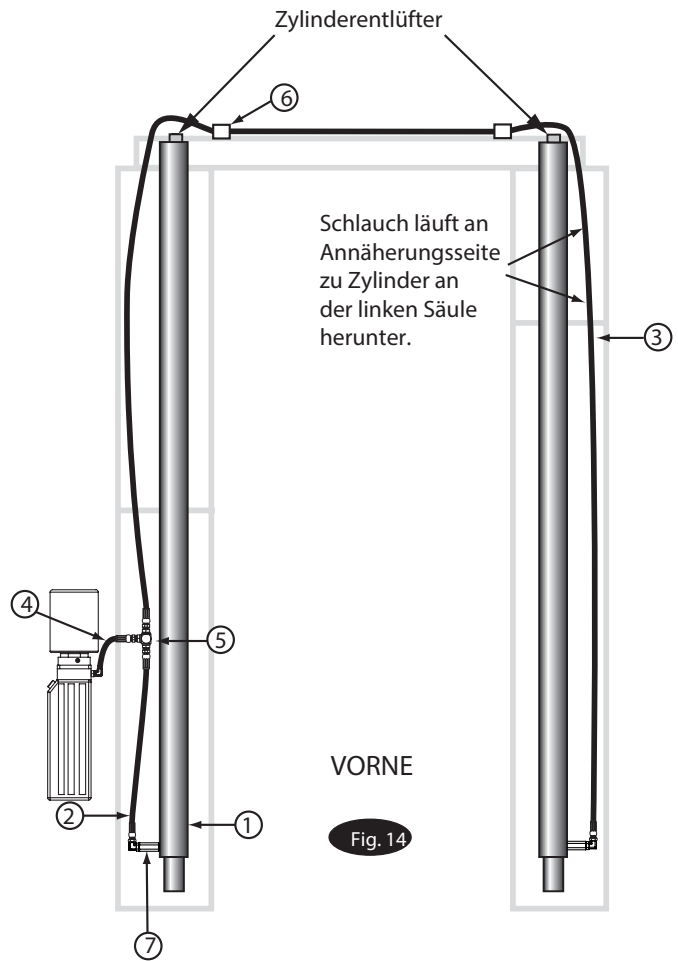
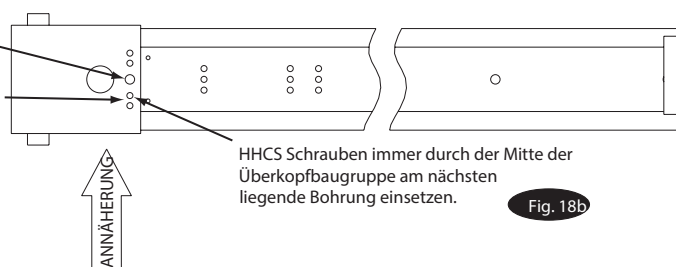

Fig. 14
Fig. 18b
### 13. Montage von Adapter und Schlauch (Abb. 14)
**HINWEIS:** Der Überkopfschlauch verläuft über der Überkopfbaugruppe, siehe Abb. 14, Abb. 18a und Abb. 18b.
- D) Die Halterungen für die Verriegelungskabelführungen an der Überkopfbaugruppe befestigen, wie auf Abb. 18a und Abb. 18b dargestellt ist. Immer die Bohrungen auf der Annäherungsseite der Hebebühne verwenden. Die HHCS Schrauben in die Bohrungen einsetzen, die sich am nächsten zur Mitte der Überkopfbaugruppe befinden, siehe Abb. 18b.
**WICHTIG: Mit den mitgelieferten Kabelbindern den Hydraulikschlauch an den Zylindern befestigen, um den Schlauch vom Ausgleichskabel weg zu halten (Abb. 14).**